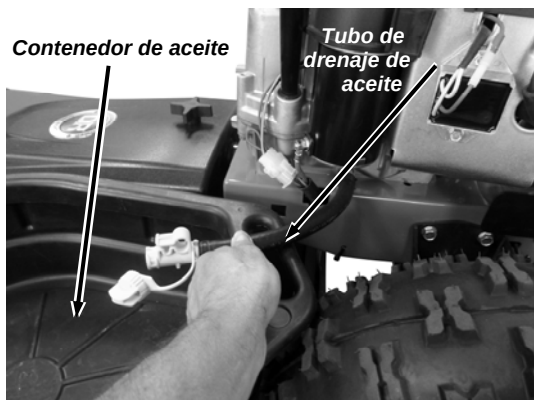

Figura 29
2. Gire el tapón de drenaje de aceite un cuarto de vuelta en sentido contrario a las agujas del reloj y abra el extremo del conjunto de manguera de drenaje (**Figura 29**).